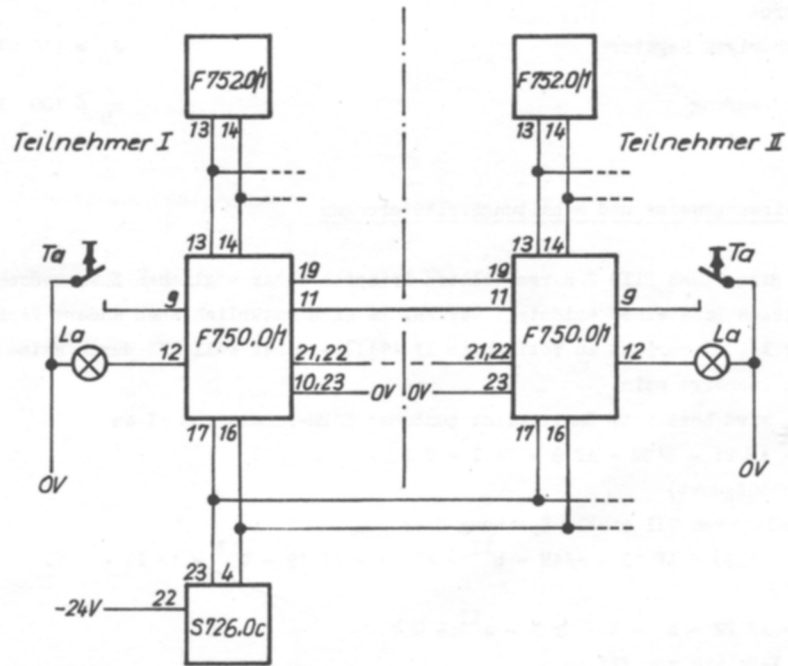

Bild 1
An dem in Bild 1 und Bild 2 dargestellten Beispiel einer möglichen Zusammenschaltung soll das Schaltungsprinzip dieses Bausteines erläutert werden. Es sind natürlich auch andere Varianten denkbar. Teilnehmer I (TI) spricht zu Teilnehmer II (TII) - dabei soll TII durch keine anderen dort angeschlossenen Teilnehmer gesperrt sein.